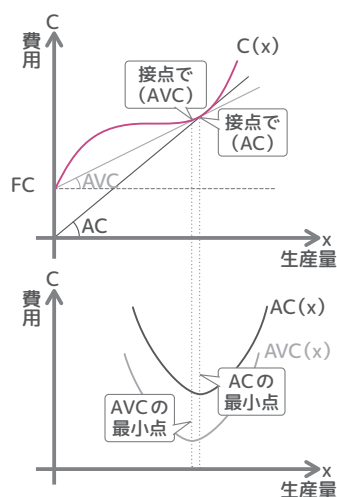

図1-4 AC、AVC
④式、⑤式より、 $AC(x)$  と  $AVC(x)$  のグラフは図1-4の下グラフのようにそれぞれ下に凸のグラフとして表せます。 $AC(x)$  が最小となるのは原点から  $C(x)$  に引いた直線が  $C(x)$  に接するとき、 $AVC(x)$  が最小となるのは切片から  $C(x)$  に引いた直線が  $C(x)$  に接するときです。そのため、下に凸のグラフはその点が最小点となります。